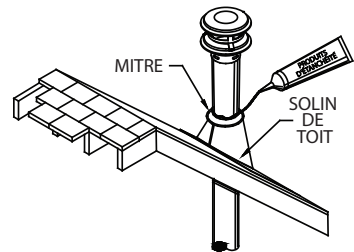

Figure 9
I. Pour terminer, appliquer un scellant étanche haute température là où la mitre rencontre le conduit et le solin; faire glisser la mitre vers le bas jusqu'à ce qu'elle accote sur le solin (**Figure 9**). En le tenant par sa base, verrouiller en tournant le chapeau vertical de terminaison sur la section de tuyau supportée dépassant de la ligne de toiture.